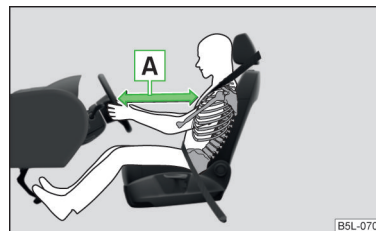

Fig. 9
- Atât pentru șofer cât și pentru pasagerul față este important să păstreze o distanță de aproximativ 25 cm față de volan, respectiv de planșa de bord » fig. 9 - [A]. Dacă nu se respectă această distanță, sistemul airbag nu își poate exercita eficiența maximă – pericol de moarte! Pe lângă acestea, scaunele din față și tetierele trebuie să fie întotdeauna reglate în funcție de mărimea corpului.